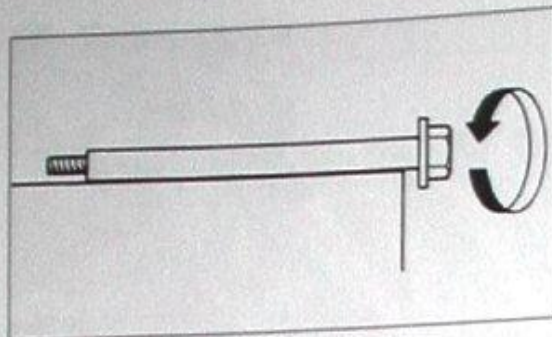

Bild 268
- Räder auf Zentrierständer lagern, Seiten- und Höhenschlag mit Messuhr prüfen (Verschleissgrenze jeweils 2,0 mm; Bild 268). Unrund laufende Räder richten lassen.